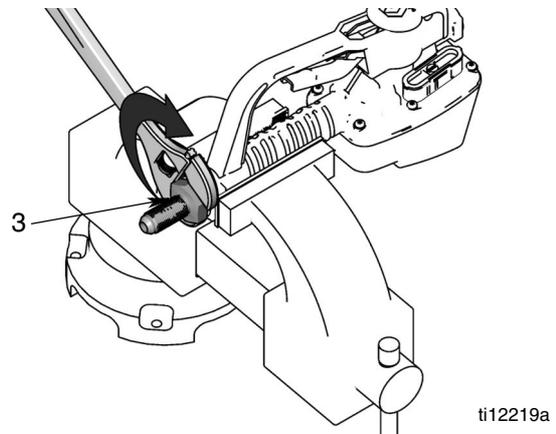

FIG. 5
5. Instale el racor del mamparo (3) en la entrada del contador (FIG. 5). Use una llave para apretar el racor.